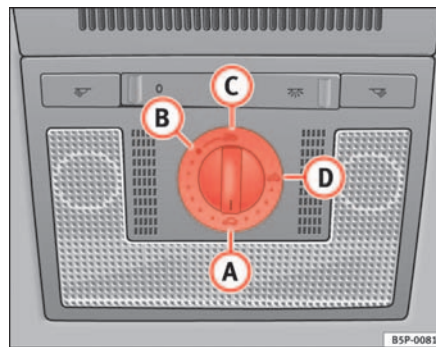

Fig. 72 Recorte do revestimento interior do tejadilho: Interruptor giratório do tecto de abrir ►
- Rodar o botão giratório para a posição **A** ⇒ página 110, fig. 72 ⇒ .